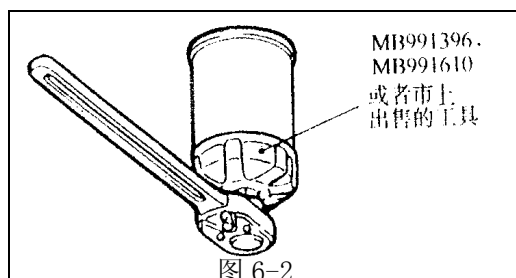

图 6-2
- (1) 发动机暖机后，停止运转发动机，卸下注油口盖。
- (2) 卸下放油螺塞，放出机油。
- (3) 使用表 6-4 中的专用工具，卸下机油滤清器。
- (4) 清洁气缸体侧的安装面。
- (5) 在新机油滤清器 O 型圈的四周涂上少量的机油。使用图 6-2 中的工具，以规定的扭矩紧固滤清器。拧紧力矩： $14 \pm 2\text{N} \cdot \text{m}$
- (6) 更换放油螺塞衬垫，然后以规定的拧紧力矩拧紧放油塞。拧紧力矩： $39 \pm 5\text{N} \cdot \text{m}$
- (7) 加注新机油，使用粘度和外界气温相适应的机油，加至机油尺上规定的刻度线。装上注油口盖。
- (8) 起动发动机并运转几分钟。确认滤清器的安装位置和放油螺塞处是否漏机油。
- (9) 使发动机停机，几分钟后检查机油是否加至规定的机油尺刻度线。